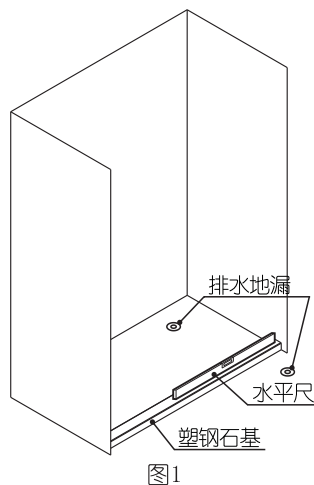

图1
1. 先在淋浴屏风或淋浴房所需安装位置内预留排水地漏，房外也应预留排水地漏，以便排出因意外溢出的水(如图1所示)。
2. 将大理石装在安装位，调至水平，建议将大理石下部10mm埋入地下(如图1所示)。